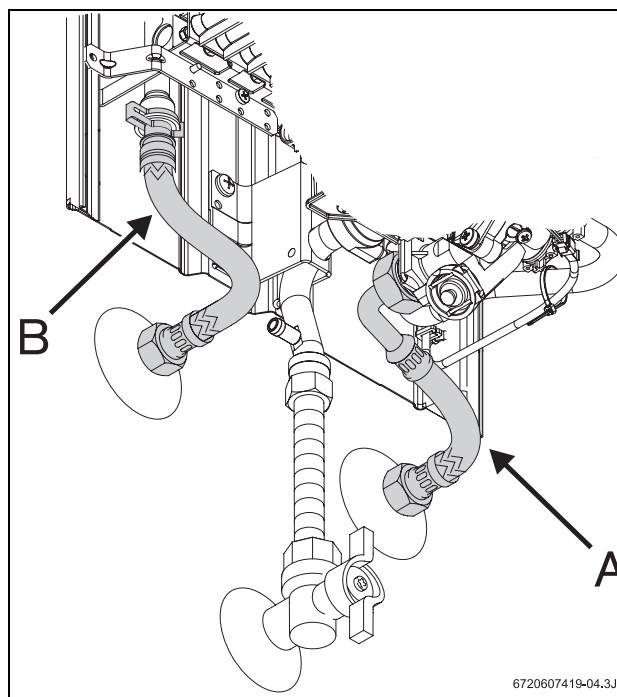

Fig. 5 Ligação da água
- ▶ Identificar a tubagem de água fria (Fig. 5, pos. A) e de água quente (Fig. 5, pos. B), de forma a evitar uma possível troca.